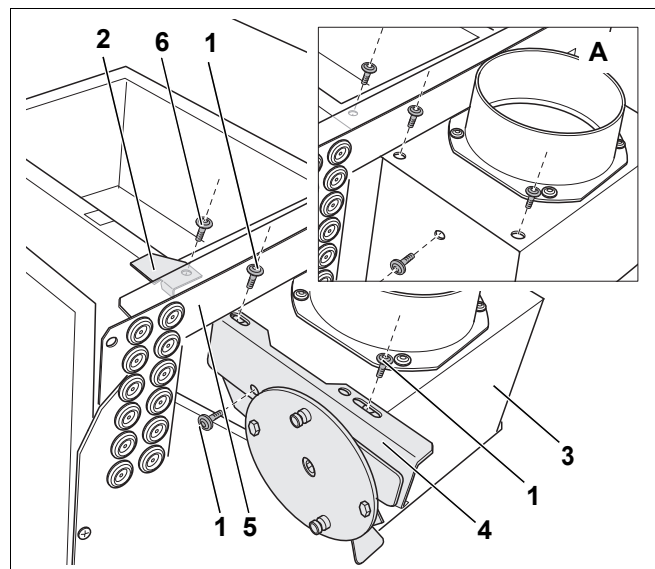
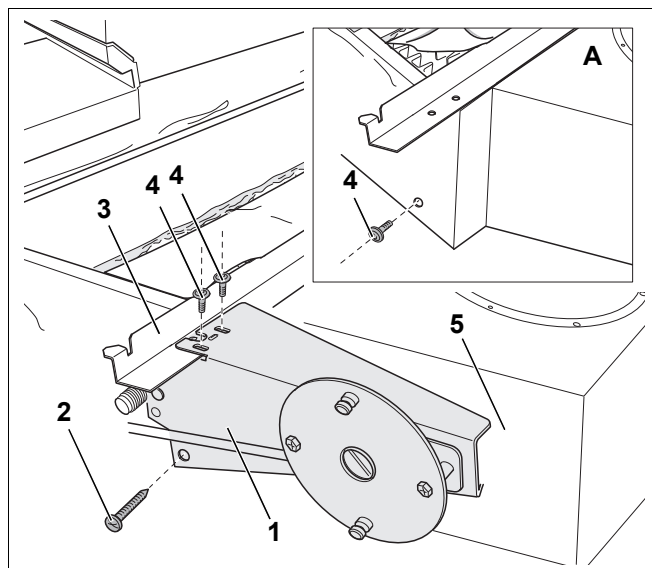
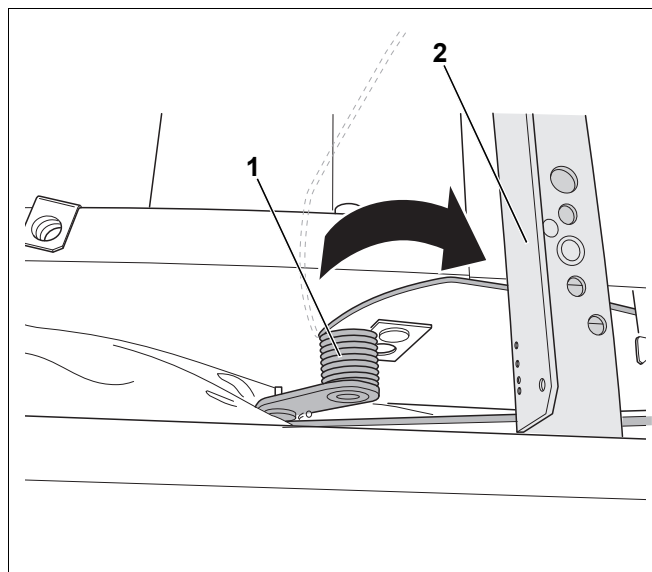

Рис. 9 Монтаж кронштейна АК 114/АК 204 (здесь на G114)
Рис. 10 Монтаж кронштейна АК 204 (для котла с 7 секциями), АК 304 и АК 334 (здесь на G334)
Рис. 11 Натяжение пружины (здесь на G334)
Монтаж кронштейна АК 114 показан здесь на примере котла G114 (рис. 9).
Крепежный уголок (рис. 9, [2]) требуется только для G114 и G124, чтобы натянуть пружину (рис. 11, стр. 10).
- Выверните три винта (рис. 9, [1]) из прерывателя тяги (рис. 9, [3]) (рис. 9, **выноска А**).
- Слегка оттяните заднюю стенку котла (рис. 9, [5]) так, чтобы можно было вынуть винт для крепежного уголка (рис. 9, [6]).
- Закрепите крепежный уголок (рис. 9, [2]) винтом (рис. 9, [6]) на прерывателе тяги (рис. 9, [3]).
- Закрепите заднюю стенку котла (рис. 9, [5]).
- Установите кронштейн (рис. 9, [4]) на прерыватель тяги (рис. 9, [3]).
- Закрепите кронштейн (рис. 9, [4]), завернув рукой три винта (рис. 9, [1]).
Монтаж кронштейна АК 204 показан здесь на примере котла G114 (рис. 9).
Монтаж АК 204 (для котла с 7 секциями), АК 304 и АК 334 показан здесь на примере котла G334 (рис. 10).
- Выверните винт (рис. 10, [4], выноска А) сбоку из прерывателя тяги.
- Закрепите кронштейн запорного клапана АК 304 (рис. 10, [1]) завернув рукой прилагаемый саморез (рис. 10, [2]) сбоку в прерыватель потока (рис. 10, [5]).
- Закрепите кронштейн (рис. 10, [1]), завернув рукой прилагаемые винты (рис. 10, [4]) в нижнюю траверсу (рис. 10, [3]).
- Зацепите пружину (рис. 11, [1]) под крепежным уголком (рис. 9, стр. 9).
- Заведите пружину (рис. 11, [1]), как показано на рис. 11, под нижнюю траверсу (рис. 11, [2]).
- Затяните винты (рис. 9, стр. 9) и саморез (рис. 10, стр. 10) кронштейна.